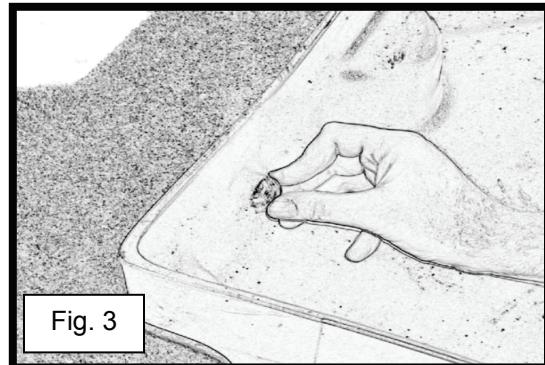
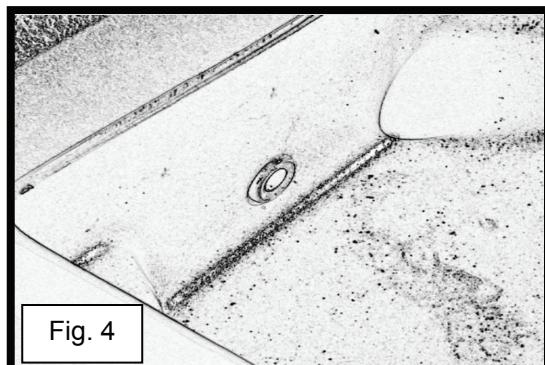

Fig. 3
Fig. 4
- 3) Sæt gummigennemføringen i det borede hul (se fig. 3). Brug enden af skruetrækkeren og spartlen til at arbejde gennemføringen ind i hullet. Arbejd gennemføringen ind i hullet fra begge sider af opsamlingskarret. Når gennemføringen er monteret korrekt, skal den sidde som vist i fig. 4. Udfør pkt. 3 igen på det andet opsamlingskar.